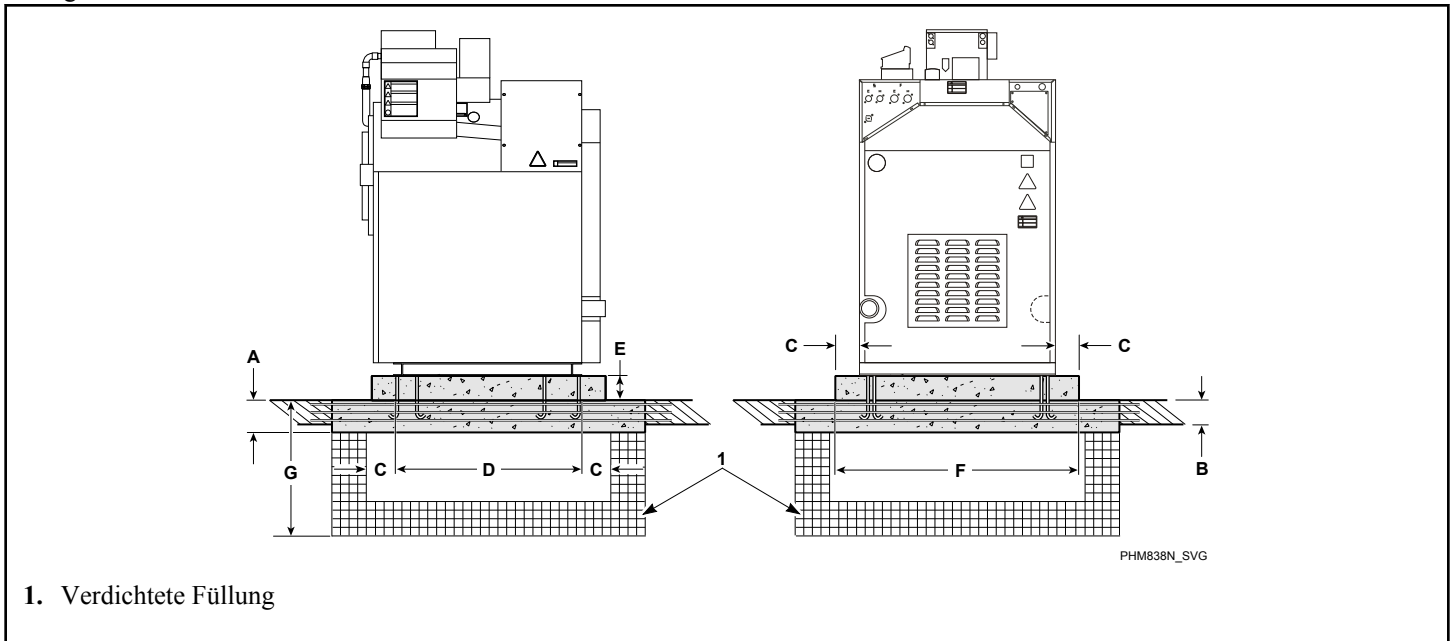

Abbildung 4
Zum Erhöhen der Maschinen muss ein Betonfundament mit Auflager gebaut werden. Dieser Betonsockel [es wird empfohlen, eine Höhe von 203 mm [8 Zoll] über dem existierenden Boden nicht zu überschreiten] muss gegossen, mit Bewehrungsstäben verstärkt und mit der existierenden 153 mm [6 Zoll] [für 35 und 60 Modelle mit zwei Geschwindigkeiten, L-Geschwindigkeit und M-Geschwindigkeit] oder 305 mm [12 Zoll] [für alle anderen Modelle] Mindestbodenhöhe verankert werden. Siehe *Abbildung 4* und *Tabelle 4*. Wenn der existierende Boden diese Anforderungen nicht erfüllt oder wenn ein erhöhtes Auflager gewünscht wird, MÜSSEN die folgenden Schritte ausgeführt werden.
6. Das Fundament vollständig mit mindestens 153 mm [6 Zoll] [für 35 und 60 Modelle mit zwei Geschwindigkeiten, L-Geschwindigkeit und M-Geschwindigkeit] oder 305 mm [12 Zoll] [für alle anderen Modelle] Beton mit einer Dichte von 241 bar [4.000 psi] bis zur existierenden Fundamentebene füllen. Siehe *Abbildung 4*. Der Beton muss so gegossen werden, dass das gesamte Fundament und das optionale erhöhte Auflager zusammen aushärten.
HINWEIS: Bei Verwendung von Epoxidschrauben in einem Betonfundament mit erhöhtem Auflager muss das Betonauflager an allen Seiten mindestens 229 mm [9 Zoll] für 35 lb. Maschinen oder 305 mm [12 Zoll] für 60 - 150 lb. Maschinen unter dem Maschinensockel überstehen. Siehe *Abbildung 4* .]